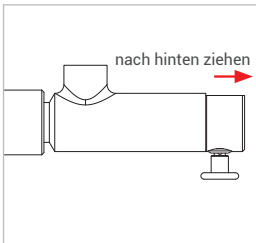

Abbildung 10
- ▶ Ziehen Sie leicht am Adapter (Roter Pfeil *Abbildung 10*) entgegen der Anschlussrichtung um sicherzustellen, dass der Adapter richtig angeschlossen ist.